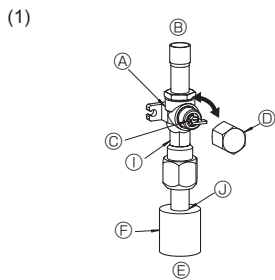
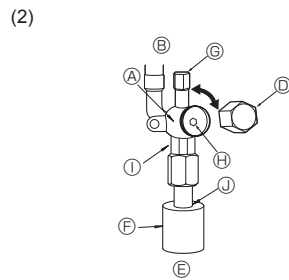

Fig. 4-6
Fig. 4-7
(1) Gaszijde (Fig. 4-6)
- ① Verwijder de dop, trek het handvat naar u toe en draai dit een kwartslag tegen de klok in om de kraan te openen.
- ② Let erop dat de afsluiterkraan geheel open is, druk de hendel in en draai de kap terug naar de oorspronkelijke stand.
(2) Vloeistofzijde (Fig. 4-7)
- ① Verwijder de kap en draai de kraanstang zo ver mogelijk tegen de klok in met behulp van een 4mm-inbussleutel. Stop met draaien wanneer de nok wordt bereikt. (ø9,52: Circa 10 omwentelingen)